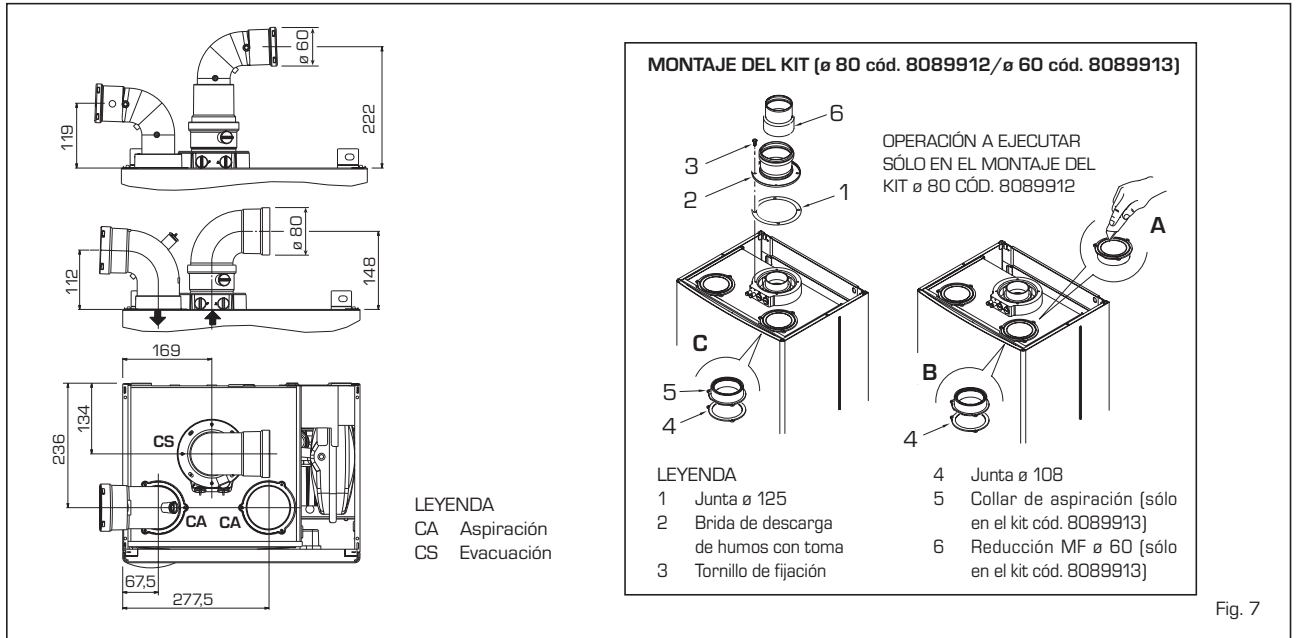

Fig. 7
**2.6 INSTALACIÓN DE LOS CONDUCTOS SEPARADOS ø 80 - ø 60 (fig. 7 - fig. 8)**
humos de los de aspiración de aire (fig. 7):
**brida de descarga de humos (pos. 2 fig. 7) cuando la pérdida de carga total de los conductos separados resulta inferior a 9 mm H2O (con pérdidas de carga totales superiores a 9 mm H2O hasta 15 mm H2O no utilizar el diafragma).**